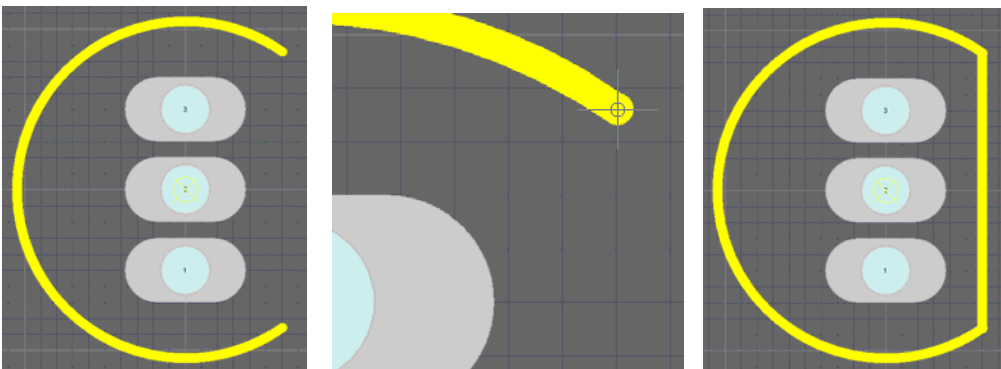

図 47 配置されたアーク。ライン配置の開始時に電氣的なグリッドを使用してアークにカーソルを引き込み、完成したシルク
2. 最初に、図 47 の様にアークを配置します。 アークを配置するには、メニューから **Place** » **Arc (Center)** を選択します。 カーソルを X:0, Y:0 に移動してクリックし、アークの中心を定義します。 アークの半径や開始、終了角度がわかっている場合は、対話的な定義による設定を経ることなく、ずっと簡単にアークを配置することができます。 配置したアークは *Arc* ダイアログで編集します。
3. アークの半径を定義するためにどこかをクリックし、再度クリックしてアークの開始角度を定義します。 必要なら、**Spacebar** を押して、終了角度を定義する前にアークの方向を切り換えることができます。 図 47 の様に方向を設定し、再度クリックしてアークの終了角度を定義します。 右クリックしアークの配置モードを抜けます。
4. 次に、ラインを配置します。 **Place** » **Line** [ショートカット P, L] を選択するか、 ボタンをクリックします。 アークの端の近くにカーソルを移動し、図 47 のように **PageUp** を押してズームインします。 アークの端にカーソルを近づけると、カーソルがアークの端の中心に引き込まれます。 これは、オブジェクトの端にカーソルを引き込む電氣的なグリッドを表します。 クリックしてラインセグメントを始めます。